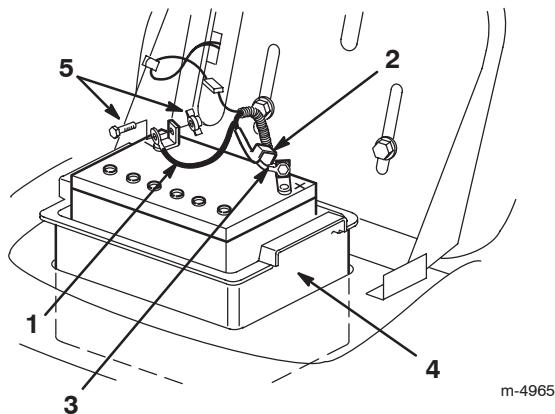

Bild 18
- Klemmen Sie das Minuskabel (schwarz) vom Batteriepol ab (Bild 18).
- Schieben Sie die Gummiabdeckung am Pluskabel (rot) nach oben. Klemmen Sie das (rote) Pluskabel vom Batteriepol ab (Bild 18).
- Entfernen Sie den Batteriekasten und die Batterie aus dem Rahmen (Bild 18).
- Bauen Sie den Batteriekasten und die Batterie in den Rahmen ein (Bild 18).
- Schließen Sie das Pluskabel (rot) mit der Schraube und der Flügelmutter am (+) Pluspol an (Bild 18).
- Schließen Sie das (schwarze) Minuskabel mit der Schraube und der Flügelmutter am (-) Minuspol an (Bild 18).